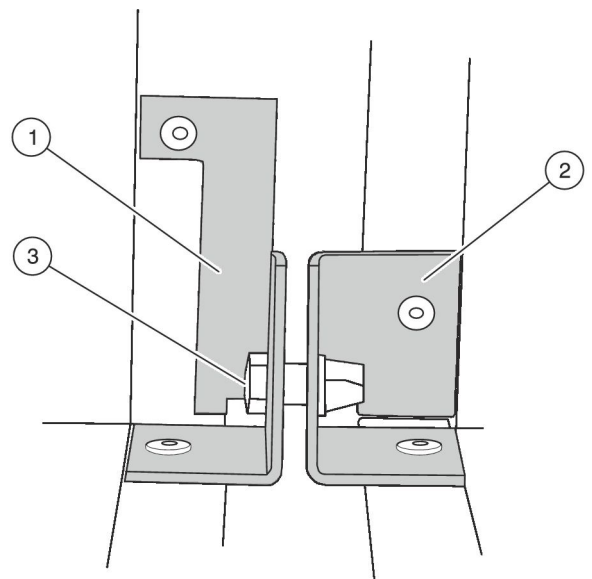

Рис. 20: Угольники жесткости
4. ► Сделайте заземление дополнительного модуля с рабочей стороны на шестигранном винте (Рис. 20/3) на нижнем угольнике жесткости.
5. ► Закрепите все угольники жесткости (Рис. 20/1+2) на месте при помощи шестигранных винтов (Рис. 20/3).